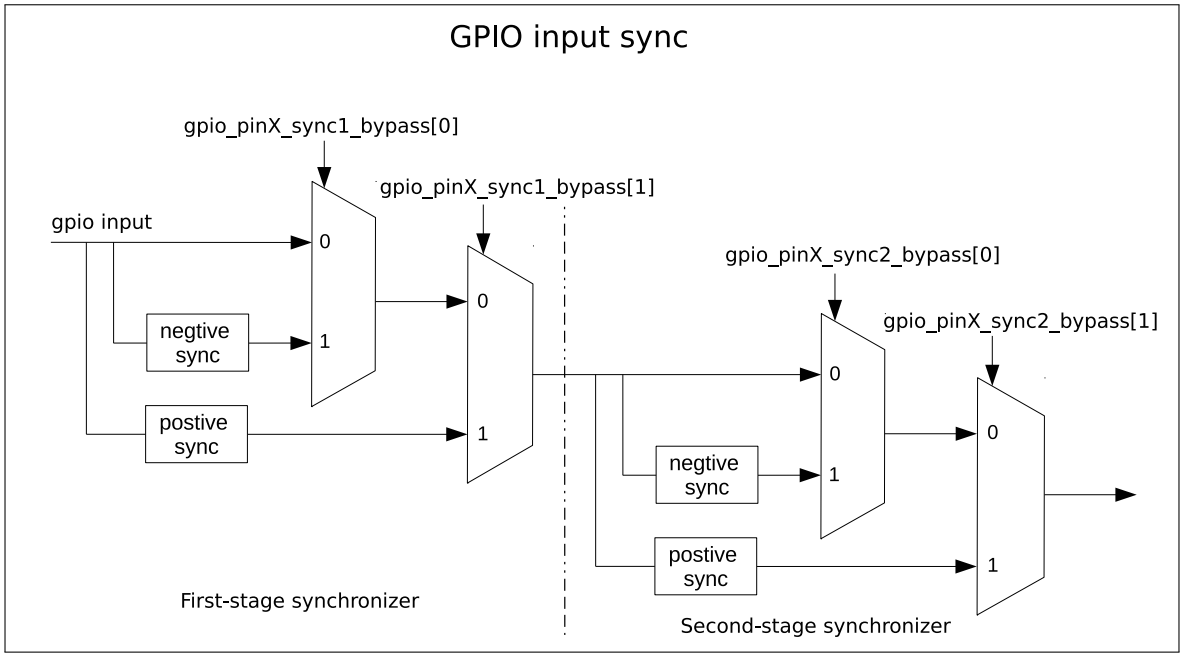

图 5-2. GPIO 输入经 clock 上升沿或下降沿同步
GPIO SYNC 模块的功能如图 5-2 所示。其中，negative sync 为 GPIO input 经过 APB clock 的下降沿同步，positive sync 为 GPIO input 经过 APB clock 上升沿同步。
- 如图 5-2 所示，配置 `GPIO_PIN $x$ _SYNC1_BYPASS` 使能输入信号第一拍为上升沿或者下降沿同步。
- 如图 5-2 所示，配置 `GPIO_PIN $x$ _SYNC2_BYPASS` 使能输入信号第二拍为上升沿或者下降沿同步。